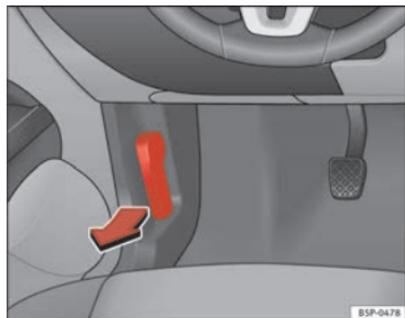

Fig. 155 Pormenor da zona dos pés do lado do condutor: manípulo para a destrancagem do capot do motor.
- Puxar o manípulo que se encontra por baixo do painel de instrumentos ⇒ fig. 155 no sentido indicado pela seta. O capot fica destrancado pela acção da mola ⇒ .